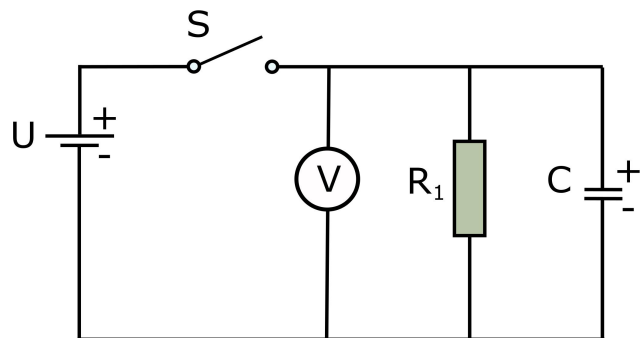

Figura 3: Esquema do circuito utilizado
Neste trabalho vais utilizar a montagem à tua disposição, representada na figura 3, para medir a capacidade de um condensador. A bateria U permite, através do interruptor S (quando fechado), carregar o condensador C, cuja capacidade é desconhecida. Com o interruptor S fechado ligam-se os terminais do condensador C diretamente à bateria U, e este fica carregado com uma tensão V_{C_0} aos seus terminais, igual a U.
1. Placa de testes com circuito da figura 3